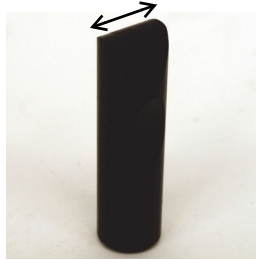

Abbildung 5-32 Längere Seite der Ankoppelfläche der Sonde
1. Koppeln Sie die Sonde zwischen zwei Nuten an den Justierkörper mit der längeren Seite der Ankoppelfläche der Sonde (siehe Abbildung 5-32 auf Seite 160) lotrecht zu den Nuten und drücken Sie dann die Direktzugriffstaste A-LIFT